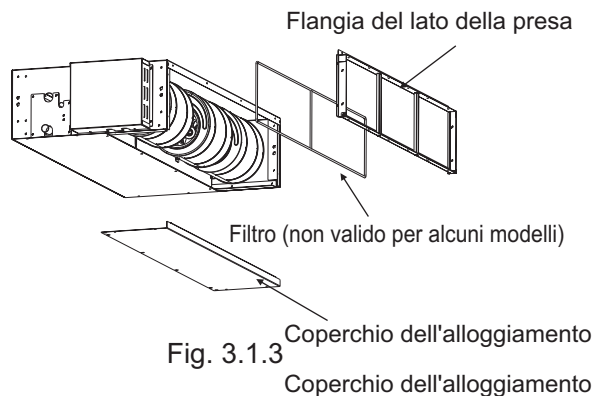
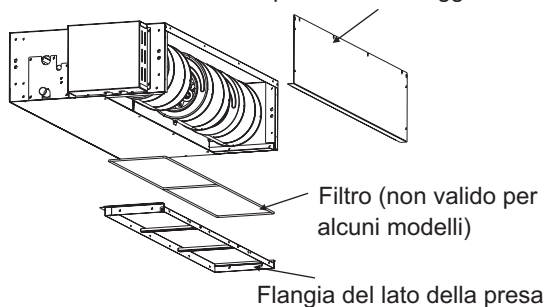

Fig. 3.1.3
Fig. 3.1.4
(2) Ricollegare il coperchio rimosso dall'alloggiamento secondo l'orientamento descritto dall'immagine, ricollegare la flangia del lato della presa nell'orientamento mostrato nella Fig. 3.1.3 e fare riferimento alla Fig.3.1.4 per la direzione della flangia del lato della presa.